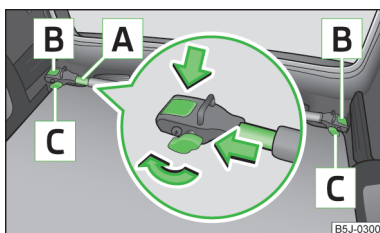

Fig. 56
- Desserrez les vis de blocage [C] » fig. 56 et retirez-les légèrement ; cela déverrouille les supports [B].